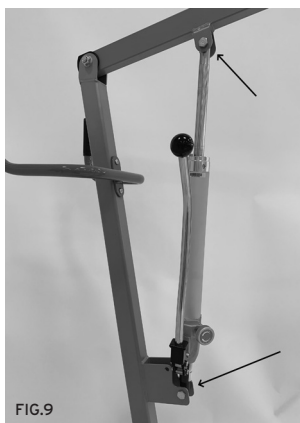

FIG.9
1. Disporre l'attuatore idraulico come in figura andando a bloccarlo bene nella parte superiore e inferiore tramite viti e dadi autofrenanti. (Fig.9)